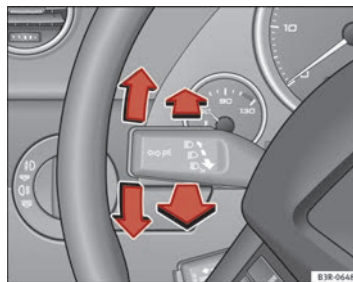

Fig. 91 Palanca de los intermitentes y de la luz de carretera ▶
- Desplace la palanca hacia arriba hasta el tope $\Rightarrow$ fig. 91 para poner el intermitente de la derecha o bien hacia abajo, para el de la izquierda.